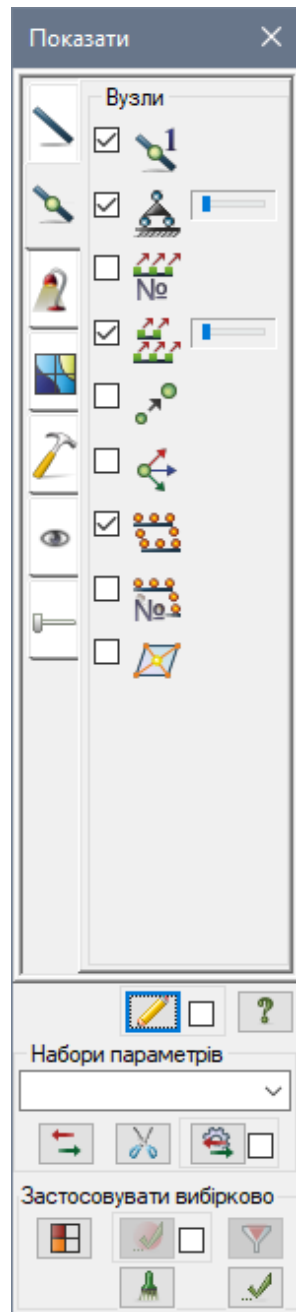

Рис. 4.4. Діалогове вікно Показати
- В діалоговому вікні **Показати** (рис. 4.4) перейдіть на другу закладку **Вузли** і встановіть прапорець **Номера вузлів**.